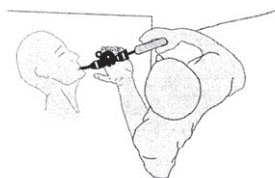

図4
- \*\* (8) ガイドワイヤに沿わせながら、内視鏡のチャンネルを通してデリバリーシステムを挿入する (図4)。直視下で内視鏡から出てくるデリバリーシステムのシャフトの先端を確認し、胆膵官膨大部への挿入を確認する。